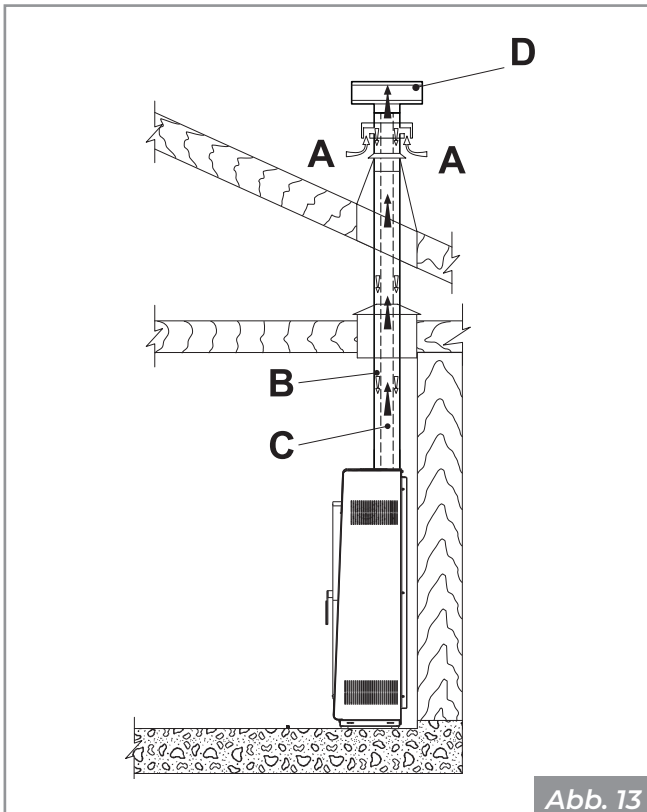
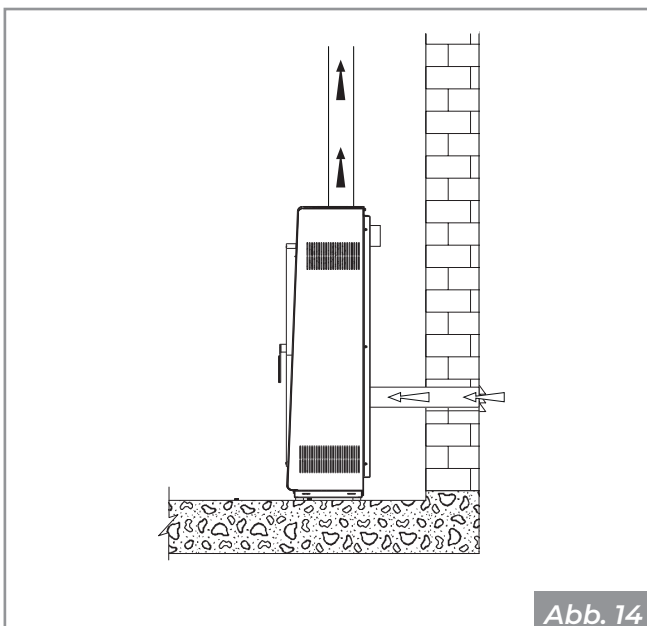

Abb. 13
Abb. 14
- direkt von außen mit direktem Anschluss an die Brennkammer kommen (**Abb. 13 - Abb. 14**).
- die Verbrennungsluft mit Hilfe eines koaxialen Auspuffrohrs für die Abführung der Abgase und den Lufteinlass zu leiten (**Abb. 13 - A, B = Lufteintritt, C, D = Rauchgasaustritt**); daher ist es nicht notwendig, einen klassischen Lufteintritt in den Raum vorzunehmen;
- den Verbrennungslufteinlass des Geräts mit einem geeigneten Kanal an den Lufteinlass anschließen (**Abb. 14**).